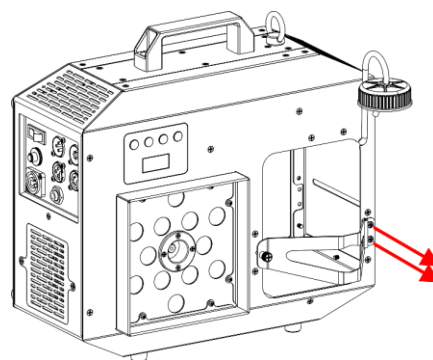

Abb. 11
06) Lösen Sie die 2 Schrauben der Halierung, wie in Abb. 11 gezeigt.